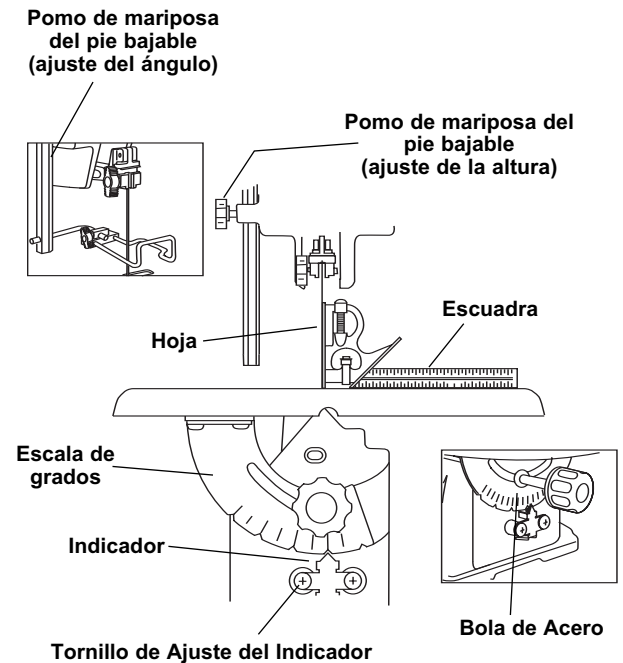

Figura 14. Alineación del Indicador de la Escala de Grados
2. Quite la hoja, quite el conjunto del pie bajable y luego reinstale la hoja (consulte REMOCIÓN E INSTALACIÓN DE LAS HOJAS, página 65 ó 66). Coloque una escuadra pequeña sobre la mesa junto a la hoja, de la manera que se muestra en la Figura 14, para comprobar si la mesa está a 90° respecto a la hoja. Si no se requiere ningún ajuste, reinstale el conjunto del pie bajable.